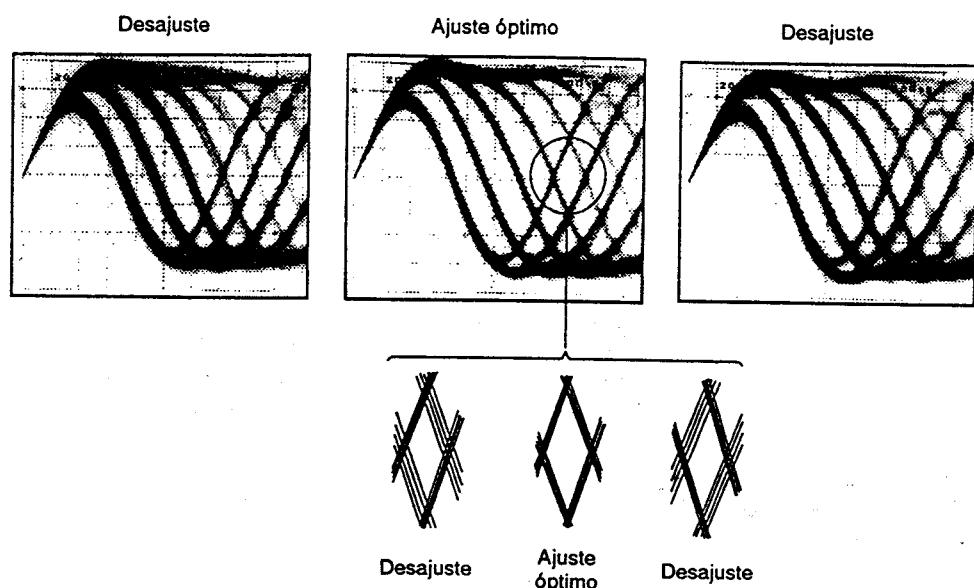

Figura 3 Patrón óptico
3. A continuación, ajuste el tornillo de ajuste de inclinación tangencial con un destornillador Phillips hasta que el patrón ocular (la forma de diamante del centro de la señal de RF) pueda verse con la mayor claridad (figura 3).